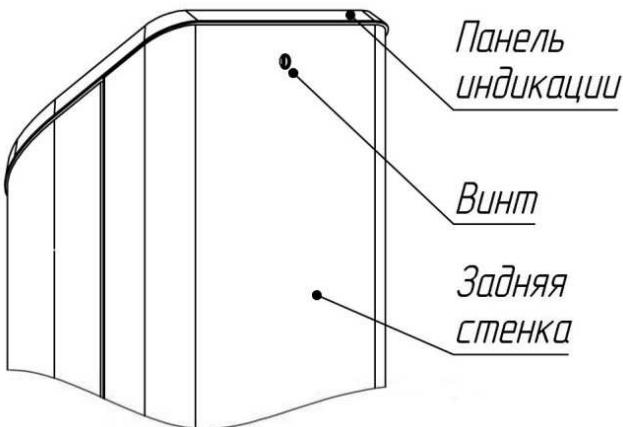

Рис. 4.
5.1. Снимите декоративную заглушку и открутите винт M4 на задней стенке картоприемника (рис. 4).